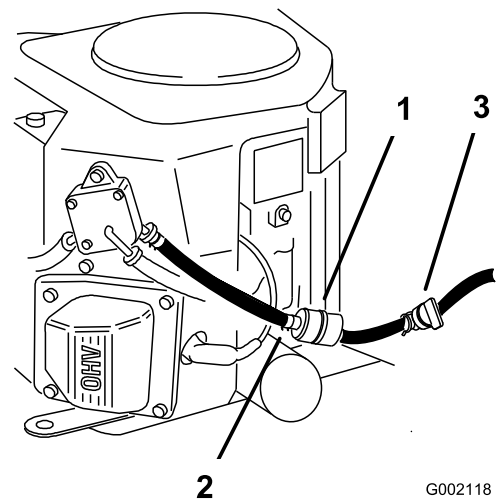

Figure 54
5. Fermez le robinet d'arrivée de carburant sous le siège (Figure 54).
6. Pincez les extrémités des colliers et faites glisser ceux-ci pour les éloigner du filtre (Figure 54).
8. Posez un filtre neuf et rapprochez les colliers de fixation du filtre (Figure 54).